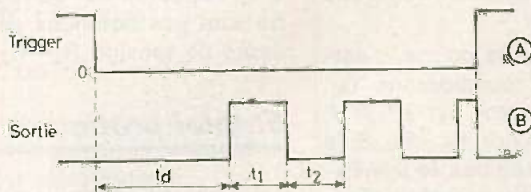

Fig. 2
La figure 2 et 3 donne les détails d'une platine imprimée qu'on peut utiliser pour ce récepteur. Lors de la mise en service, on peut connecter un écouteur à forte impédance sur la sortie correspondante des plans. Ce qu'on y entend est assez loin de la haute fidélité, mais l'écouteur permet néanmoins d'effectuer précisément l'accord (C_1) ainsi que l'orientation optimale du bâtonnet de ferrite. Ensuite, on doit vérifier qu'on obtient bien, en présence d'émission, une tension pratiquement égale à celle d'alimentation entre émetteur et collecteur de T_3 . Sinon, augmenter R_4 , mais pas trop, car autrement
Les signaux de sortie sont indiqués à la figure 2. En (A), les niveaux haut et bas du trigger et en (B), le signal à la broche de sortie. Lorsqu'il y a une alarme réelle, celle-ci est annoncée par le contacteur de trigger fermé. Le son normal d'alarme prévu par l'utilisateur est identifié aisément. S'il y a un déclenchement de signal dû à un parasite, ce son sera très différent de celui de la vraie alarme car ce dernier son a été choisi en conséquence. Indiquons aussi qu'à la période maximum $T = 0,6 \text{ s}$ correspond la fréquence $f = 1/0,6 = 1,66 \text{ Hz}$.